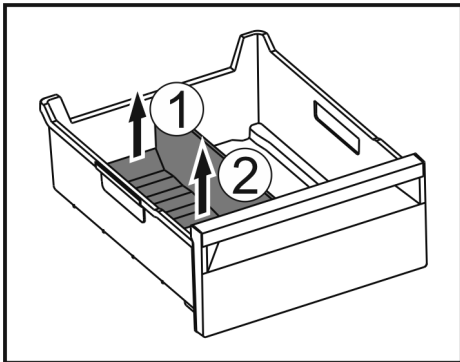

Fig. 144
- ▶ Hinteren Teil des Eisfach-Trenners anheben. Fig. 144 (1)
- ▶ Eisfach-Trenner nach oben entnehmen. Fig. 144 (2)